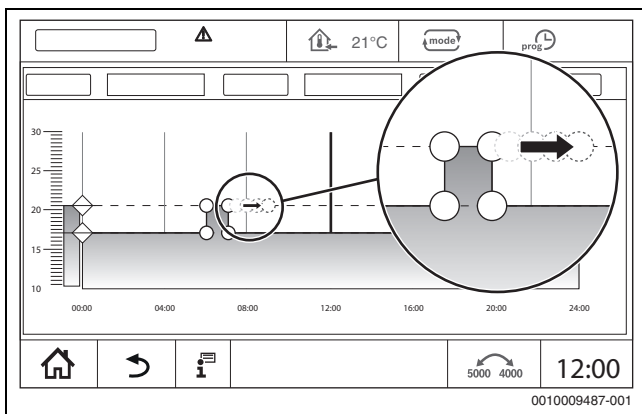

Fig. 27 Deplasarea punctelor de comutare
- ▶ Apăsați punctul de comutare (→ fig. 27) mențineți-l apăsat timp de o secundă și deplasați-l către ora dorită.